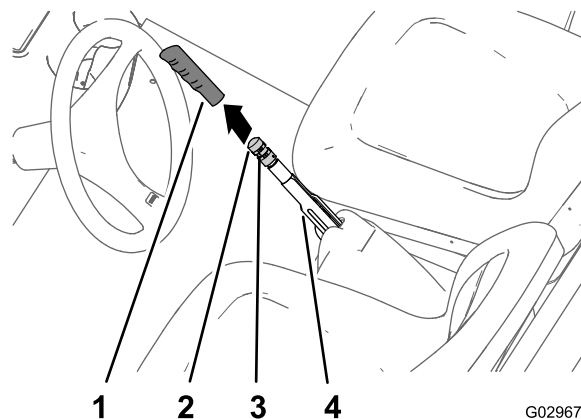

Figure 65
1. Enlevez la poignée du levier de frein de stationnement (Figure 65).
2. Desserrez la vis de fixation du bouton de réglage sur le levier du frein de stationnement (Figure 65).
3. Tournez le bouton de réglage du frein jusqu'à ce qu'une force de 133 à 156 N·m soit nécessaire pour actionner le levier du frein de stationnement (Figure 65).
4. Serrez la vis de fixation et remettez la poignée en place (Figure 65).
2. Desserrez la vis (Figure 65) qui fixe le bouton de réglage sur le levier du frein de stationnement, desserrez le frein de stationnement et desserrez le bouton de réglage.
- C. Tournez le bouton de réglage du frein (Figure 65) jusqu'à ce qu'une force de 133 à 156 N·m soit nécessaire pour actionner le levier du frein de stationnement.
- Serrez la vis de fixation et remettez la poignée en place (Figure 65).
5. Tournez le bouton de réglage du frein (Figure 65) jusqu'à ce qu'une force de 133 à 156 N·m soit nécessaire pour actionner le levier du frein de stationnement.
- C. Tournez le bouton de réglage du frein (Figure 65) jusqu'à ce qu'une force